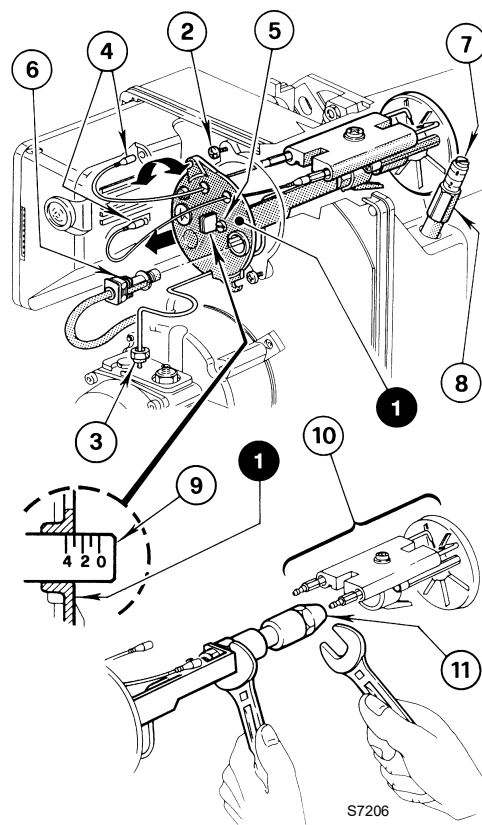
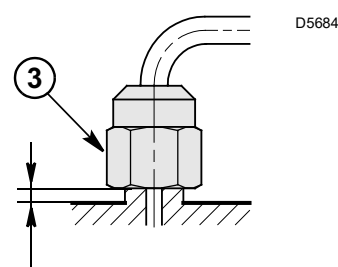

Fig. 13
Fig. 14
- Enlever la ligne porte gicleur (1) après avoir desserré les vis (2), dévissé l'écrou (3), débranché les câbles (4) de la boîte de contrôle et le capteur flamme (6).
- Débrancher les câbles (4) des électrodes, enlever de la ligne porte-gicleur (1) le support de l'accroche-flamme (10) après avoir desserré la vis (3).
- **Visser correctement le gicleur (11) en le serrant comme indiqué en Fig. 13.**
Au moment de remonter le groupe porte-gicleur (1, Fig. 13), **visser l'écrou (3) sans le mettre contre** avec un couple de serrage de 15 Nm, comme indiqué sur la Fig. 14.
- Procéder comme suit pour régler le volet d'air (Fig. 13, à la page 9):
- Desserrer l'écrou (8) et régler le volet en agissant sur la vis (7).
- Revisser l'écrou (8) quand le réglage est terminé.